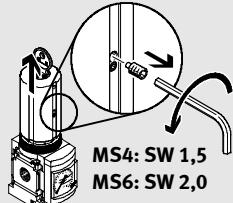

Fig. 2 / Bild 2 / 图 2
- 2.Dévisser la vis à six pans creux (→ Fig. 2).
- 2.Rimuovere la vite con esagono cavo (→ Fig. 2).